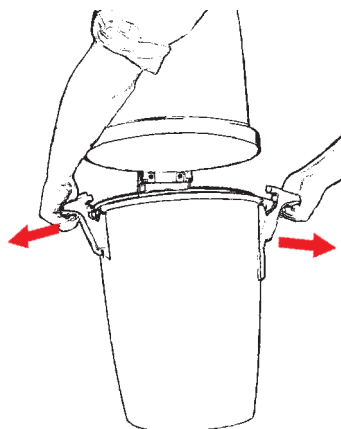

Fig. 20
2. Løsn de to greb, der holder støvbeholderen fast. Frigør dem ved at trække grebene udad og væk fra beholderen, fig. 20.